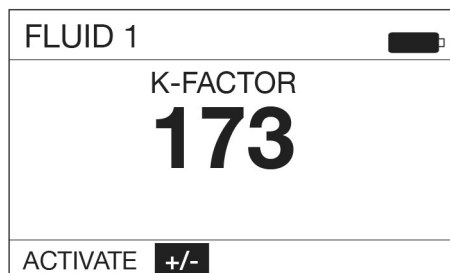

Fig. 63
- Use el botón de flecha ARRIBA o ABAJO del teclado para resaltar la opción +/- y pulse el botón INTRO central en el teclado para seleccionar dicha opción (Fig. 63).
NOTA: Si se selecciona la función VOLVER en esta pantalla, regresará a la pantalla anterior (mostrada en la Fig. 63).